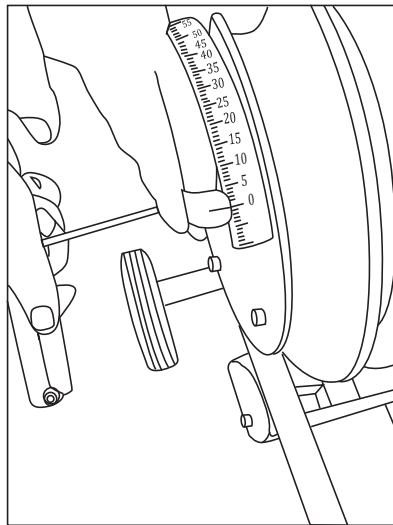

Fig. 3
5. Ajustez le pointeur de l'indicateur en desserrant la vis hexagonale sur la face avant du sabot à l'aide d'une clé hexagonale 3/16 po (Fig. 3).